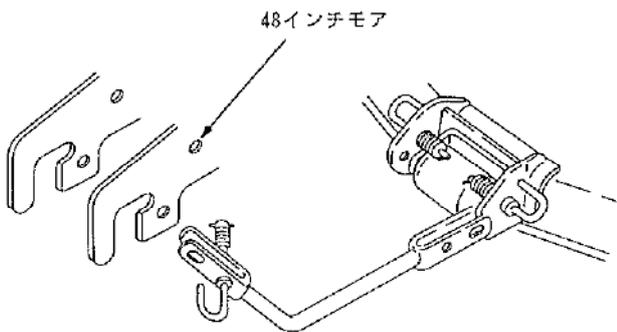

図 35 フロントリンク取付け
- (12) モア前部のフックを引き、モアへフロントリンクを取付けてください。(図 35 参照)
- (13) フロントリンク前部のフックを引き、本機にフロントリンクを取付けてください。(図 35 参照)